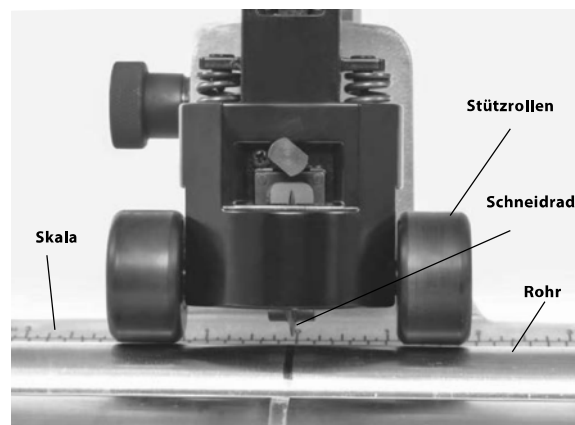

Abbildung 9 – Stützrollen berühren das Rohr
5. Stellen Sie das Schnellvorschubsystem so ein, dass die Stützrollen das Rohr berühren (Abbildung 9). Richten Sie das Schneidrad an der Markierung auf dem Rohr aus. Drehen Sie die Vorschubspindel, bis das Schneidrad das Rohr berührt. Nachdem das Schneidrad das Rohr berührt, drehen Sie die Vorschubspindel 1 bis 1½ Umdrehungen weiter, sodass das Rohr erfasst wird. Schieben Sie die Vorschubspindel nicht zu weit, dadurch kann das Rohr verformt werden und die Gratbildung wird verstärkt.